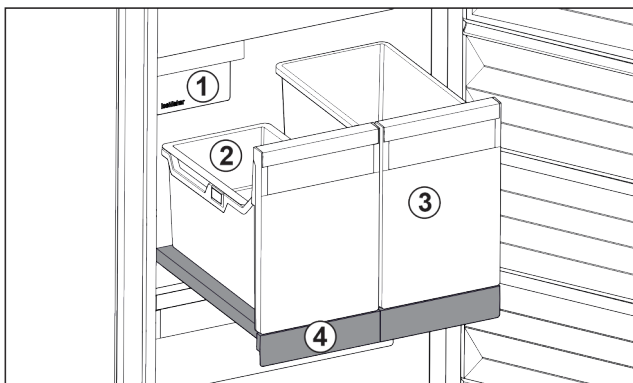

Fig. 28 Витяжна панель IceTower
(2) Підвісний лоток для кубиків льоду
(4) Витяжна панель
На витяжній панелі є два високі резервуари(IceTower). В резервуарі Fig. 28 (2) кубики льоду з IceMaker збираються та зберігаються. Резервуар Fig. 28 (3) придатний для зберігання високих харчових продуктів, таких як піца та алкогольні напої.